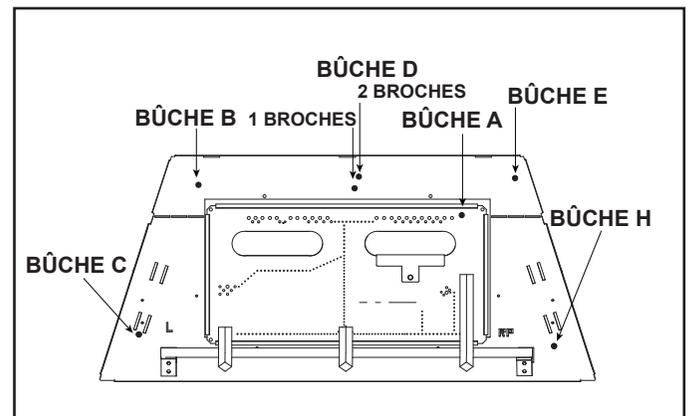
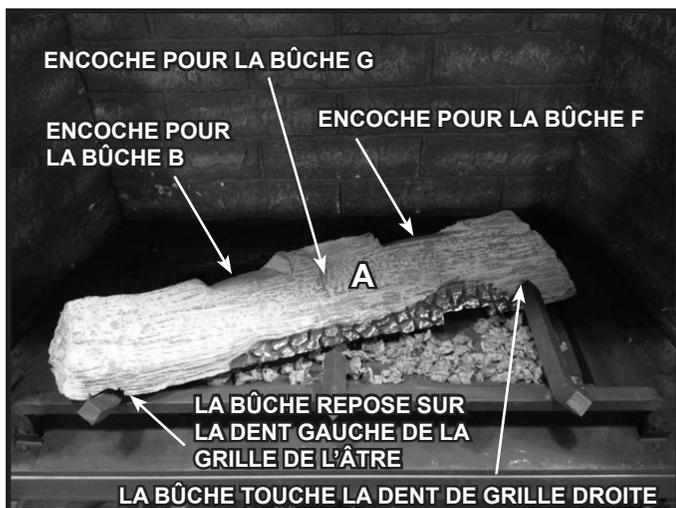
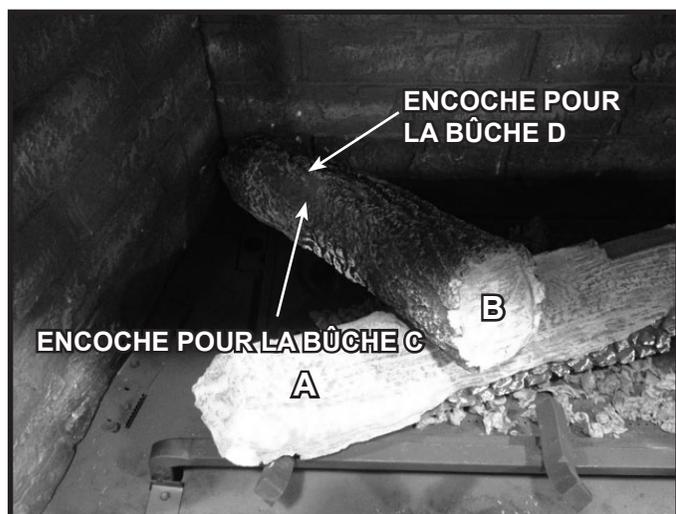
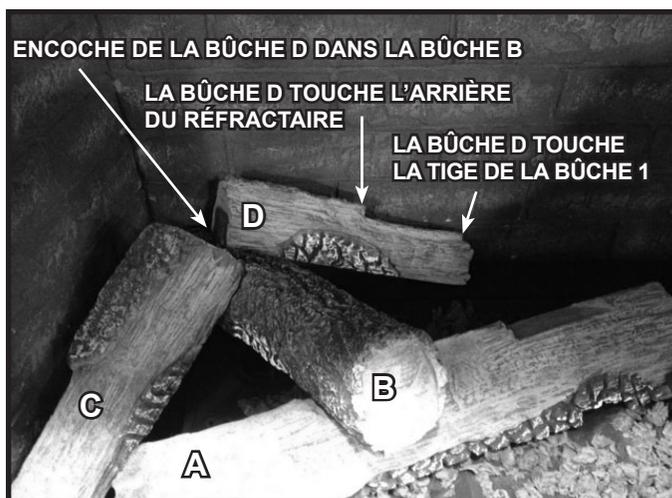

Figure 4. LOGSDBDV36PLAT Emplacements des tiges de bûche
Figure 5. Bûche A installée
Figure 6. Bûche B installée
Figure 8. Bûche D installée
1. **(BÛCHE A) :** Placez la bûche A dans l'appareil, comme il est indiqué à la figure 5. L'encoche au bas de l'extrémité gauche devrait reposer sur la dent gauche de la grille de l'âtre. L'extrémité droite de la bûche A devrait reposer contre l'arrière de la dent droite de la grille, et devant la tige de la « bûche A » indiquée à la figure 4. Glissez la bûche A vers l'avant de l'appareil.
2. **(BÛCHE B) :** Localisez la tige pour la bûche B dans la figure 4. Positionnez la bûche B dans l'appareil avec les encoches de la bûche orientées vers l'arrière de l'appareil. La bûche devrait toucher la tige de la bûche de l'arrière. Placez l'avant de la bûche B dans l'encoche sur la bûche A. Voir la figure 6.
3. **(BÛCHE C) :** Localisez la tige pour la bûche C sur la figure 4. Positionnez la bûche C dans l'appareil avec l'extrémité avec écorce vers le haut et face à l'arrière de l'appareil. L'extrémité basse de la bûche C devrait reposer contre la tige, et toucher le réfractaire. L'extrémité avec écorce de la bûche C devrait reposer dans l'encoche sur la bûche B. Voir la figure 7.
4. **(BÛCHE D) :** Localisez la tige pour la bûche D de la figure 4. Placez la bûche D dans l'appareil avec sa zone brûlée orientée vers l'avant de l'appareil, comme il est indiqué à la figure 8. Le côté droit de la bûche devrait toucher à la tige 2, et le côté gauche de la bûche devrait reposer dans l'encoche de la bûche B. La bûche D devrait toucher l'arrière du réfractaire. La tige 1 de la bûche devrait aider à stabiliser la bûche D dans l'éventualité où elle s'inclinerait vers l'avant.